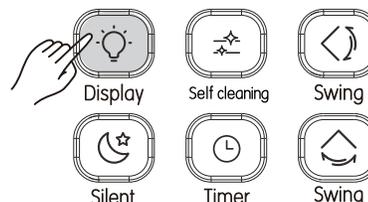

Figura 3.13
1. Cuando el controlador remoto esté en estado apagado o encendido, presione (consulte la Figura 3.13), y la pantalla de la unidad interior se iluminará;